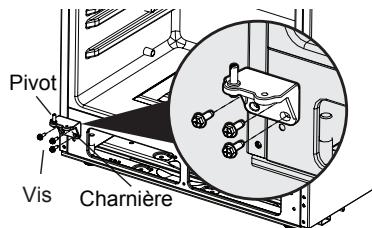

Figure 7
7. Dévisser le pivot de la charnière inférieure et le transférer au trou taraudé du côté opposé. (Voir Figure 7.) Réinstaller la charnière inférieure dans le coin gauche de l'armoire à l'aide des trois vis retirées à l'étape 6.